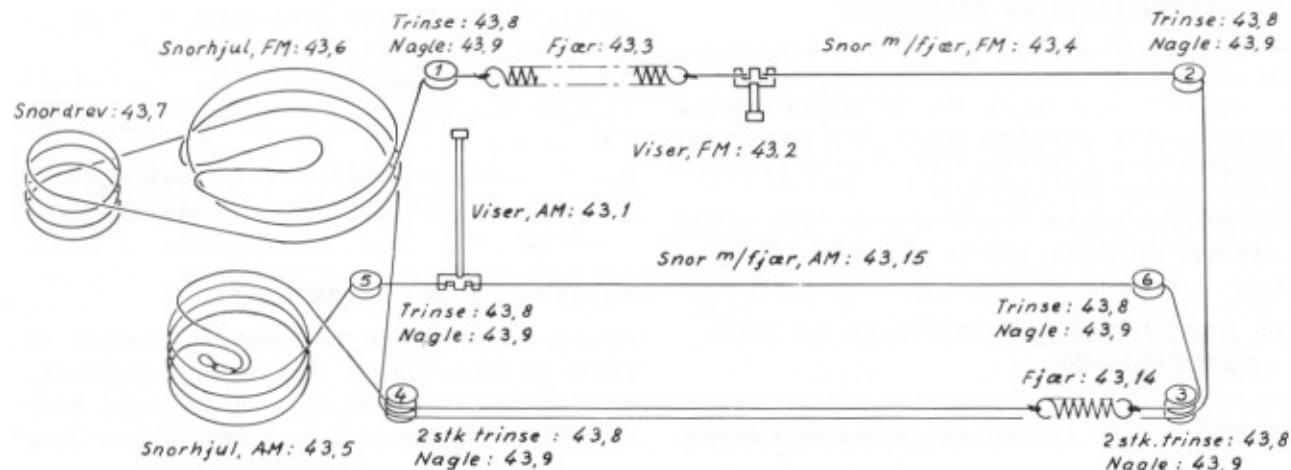

Fig. 15. Snortrekk TP3-1 over serienummer 950001.
Snorlopet er vist i fig. 15.
4.6.1 FM-snortrekk, se fig. 15.
4.6.2 AM-snortrekk, se fig. 15.